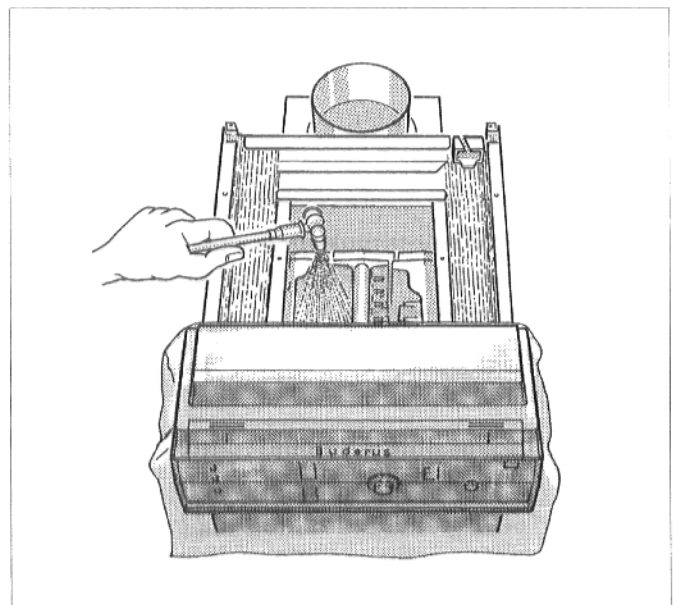

Fig. 24: Pulizia a spruzzo
- Spruzzare uniformemente i tiraggi con il prodotto di pulizia (Fig. 24).